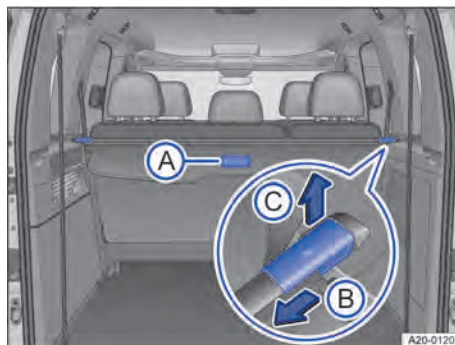

Abb. 150 Im Laderaum: Laderaumabdeckung.
1. Laderaumabdeckung am Griff → Abb. 150 Ⓐ etwas nach hinten ziehen.
1. Die aufgerollte Laderaumabdeckung am Griff → Abb. 150 Ⓐ gleichmäßig nach hinten ziehen.
1. Laderaumabdeckung in Pfeilrichtung entriegeln → Abb. 150 Ⓑ und in Pfeilrichtung → Abb. 150 Ⓒ anheben.
2. Verriegelung der Laderaumabdeckung in Pfeilrichtung → Abb. 150 Ⓓ ziehen und halten.